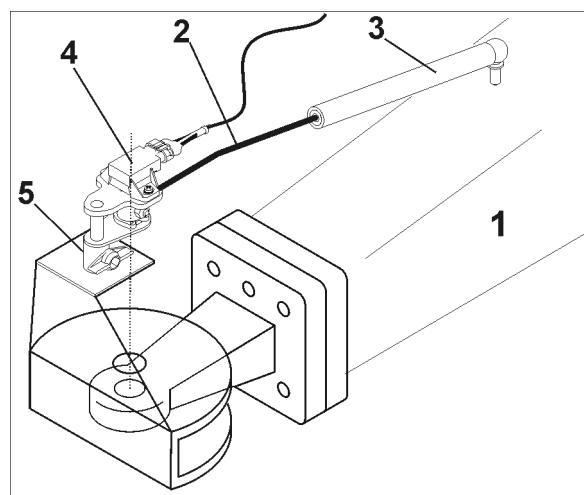

Fig. 61
Sistemul de comandă TrailTron pentru păstrarea automată a urmei sesizează poziția unghiulară a proțapului (Fig. 61/1) spre direcția de mers a tractorului.
1. Introduceți bara unghiulară (Fig. 61/2) în bușca de material plastic (Fig. 61/3).
2. Introduceți traductorul pentru unghiul de rotație (Fig. 61/4) în dispozitivul de preluare (Fig. 61/5).